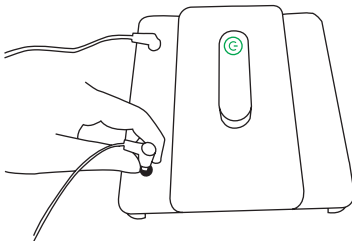
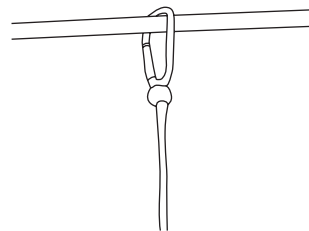

Abbildung 1
Abbildung 2
Damit der Roboter einen Reinigungszyklus startet, schließen Sie bitte das Sicherheitskabel (2) an. Setzen Sie den Verriegelungsstutzen (3) auf den Roboter und verriegeln Sie ihn, indem Sie ihn nach rechts drehen (Abbildung 1). Befestigen Sie den Karabinerhaken (1) an einem sicheren Ort um den Roboter im Falle eines Sturzes zu halten (Abbildung 2).